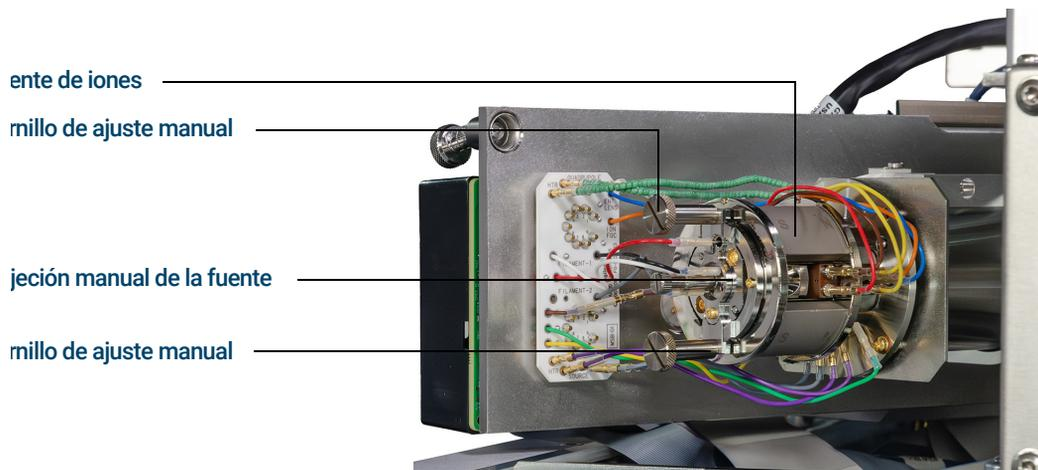

Figura 46. Fuente EI HES 2.0 antes de desmontarla
- 3 Retire los dos tornillos de ajuste manual grandes que sujetan la fuente de iones. (Consulte la **Figura 46** en la página 179).
Los contactos de la fuente tienen pines accionados por resorte, así que debe hacer un poco de fuerza para retirar la fuente. (Consulte la Figura 46).